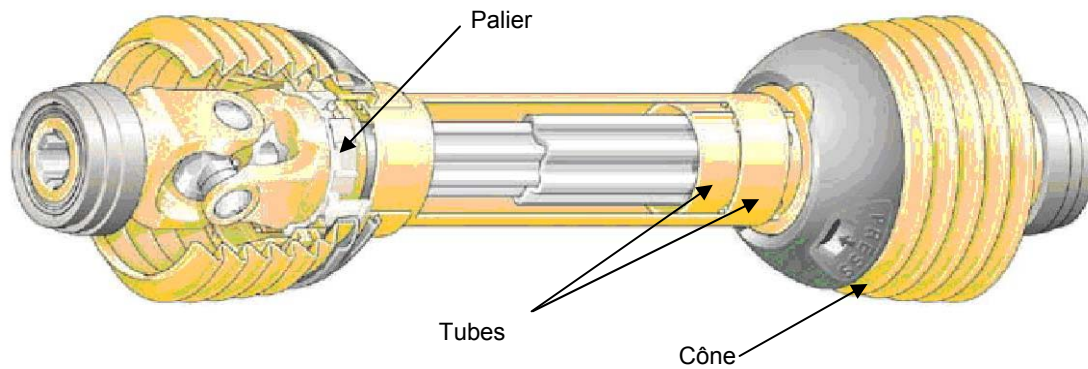

Figure 1. Composantes du garde tubulaire (source: <http://www.walterscheid.com>).
Le garde qui recouvre l'arbre de transmission reliant l'équipement au tracteur (**Figure 1**) est généralement celui qui doit être remplacé pour cause d'usure. C'est généralement ce dispositif de protection qu'on évoque lorsqu'on réfère à un garde de prise de force. Trois types de composantes forment le garde : (1) le tube, (2) le cône et (3) le palier. Pour obtenir le garde protecteur télescopique, deux composantes de chaque type sont mises ensemble.
- (1) Tube: Le tube est la gaine cylindrique qui couvre l'arbre de transmission. Sur un garde de prise de force, un tube de plus petit diamètre est inséré dans un second tube de diamètre plus grand pour permettre le mouvement télescopique.
- (2) Cône: Le cône se situe à chacune des extrémités du garde et couvre le joint universel. Le cône fait généralement partie du tube mais il peut également être une pièce distincte sur certains modèles.
- (3) Palier: Le palier est la composante qui sied dans la rainure du joint universel et qui permet au garde tubulaire de tourner indépendamment de l'arbre.